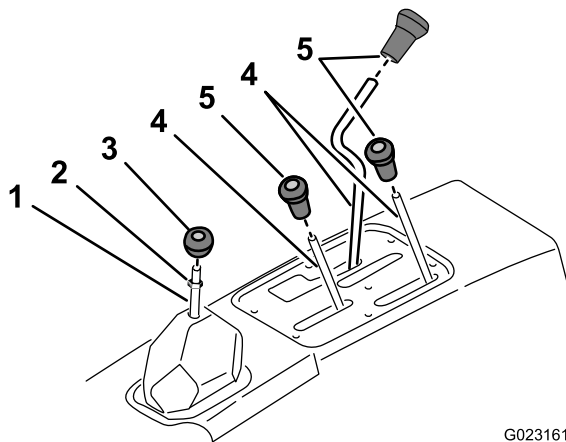

Figura 6
2. Desatornille y retire todos las empuñaduras de las palancas de la consola y de la palanca de cambios (Figura 6).
3. Retire la contratuerca de la palanca de cambios (Figura 6).